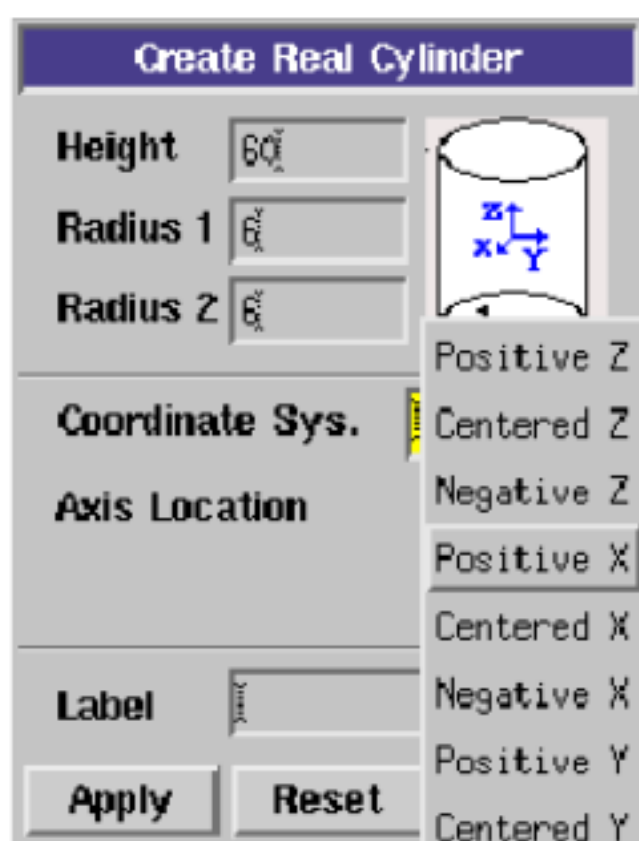
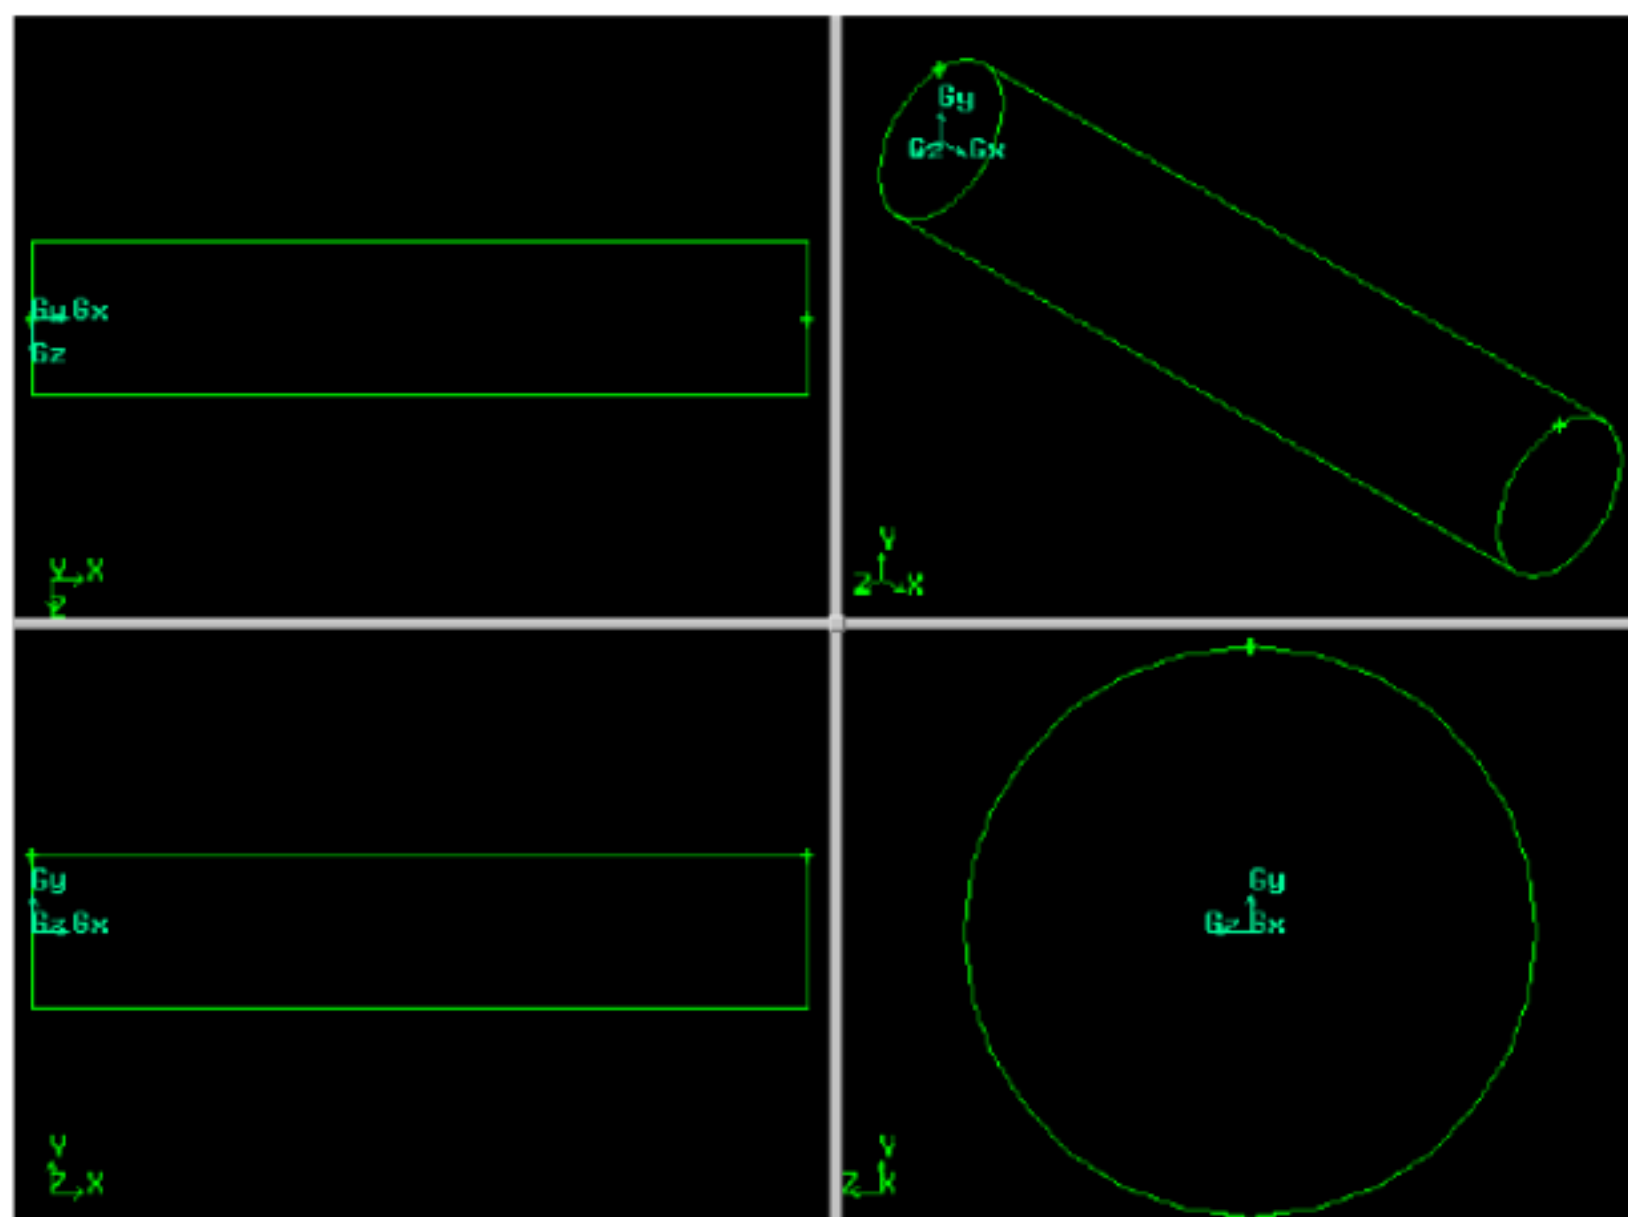

图 35
图 36
1. 单击  按钮，输入参数创建一个高 60 ,半径 6 的圆柱体（见图 35）。在 Axial Location 栏中选取 Positive X ,使得圆柱体的法线指向 x 方向。在 Gambit 中创建的几何体，其基点都在坐标系的原点（见图 36）。如果创建的几何体过大，在视图中无法显示全图，或者太小，